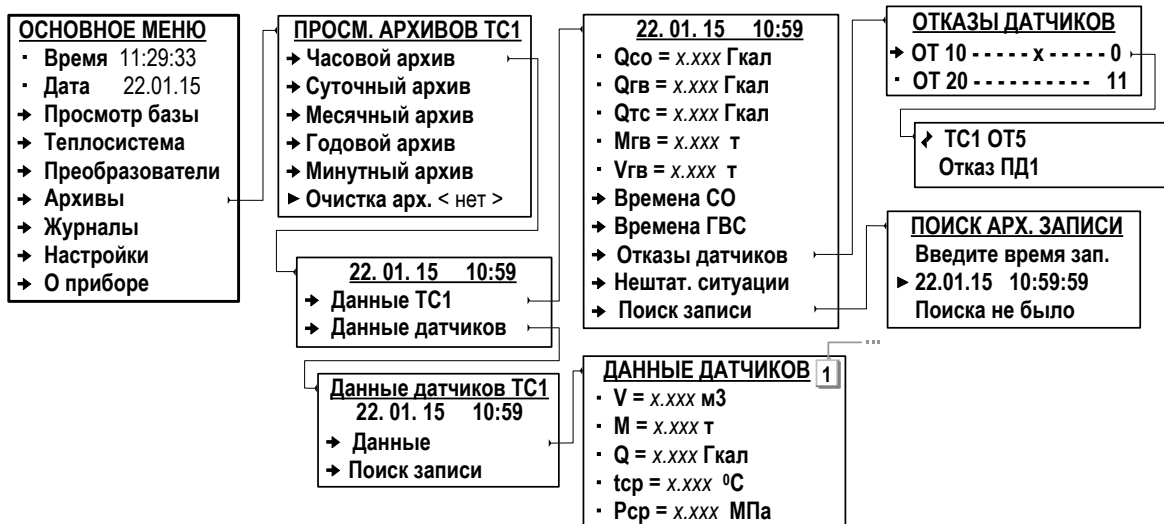

Рис.43. Вид окон индикации меню «Архивы» (режим СЕРВИС).
8.2.1. Результаты измерений и вычислений за определенный период времени работы тепловычислителя сохраняются во внутренних архивах (табл.3). Доступ ко всем архивным данным возможен только по интерфейсу. Доступ к основным архивным данным возможен из меню **Архивы**, вид которого показан на рис.43.
8.2.6. Для удобства просмотра архивных данных в ТВ предусмотрена функция **Поиск записи**. «Время записи», необходимое для начала поиска, вводятся в окне индикации **ПОИСК АРХ. ЗАПИСИ** (рис.43). В зависимости от вида просматриваемого архива параметру **Введите время зап.** (Введите время записи) необходимо назначить:
- 8.2.7. Очистка содержимого архивов выполняется в меню **Архивы** (рис.43) в режиме СЕРВИС. В окне индикации **ПРОСМ. АРХИВОВ ТС1 (ТС2)** для параметра **Очистка арх.** следует установить значение **да** и нажать кнопку . После чего на экране ТВ некоторое время будет индицироваться надпись **ПРОИЗВОДИТСЯ ОЧИСТКА** и полоса прогресса. По окончании операции очистки архивов происходит возврат к окну индикации **ПРОСМ. АРХИВОВ ТС1 (ТС2)**.